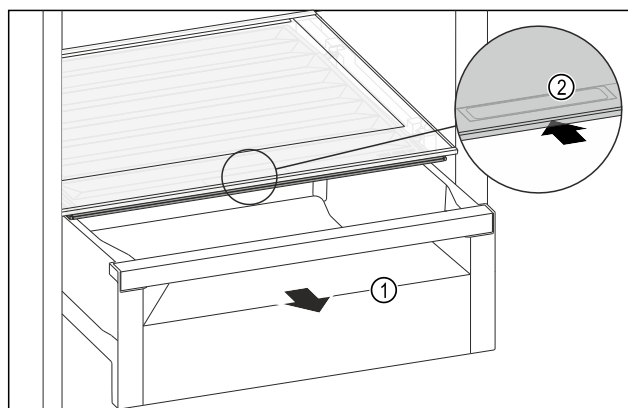

Fig. 64
- ▶ Wyciągnąć szufladę Fig. 64 (1).
- ▶ Chwycić uchwyt wpuszczany Fig. 64 (2) na pokrywie komory i przesunąć pokrywę jednocześnie do tyłu.